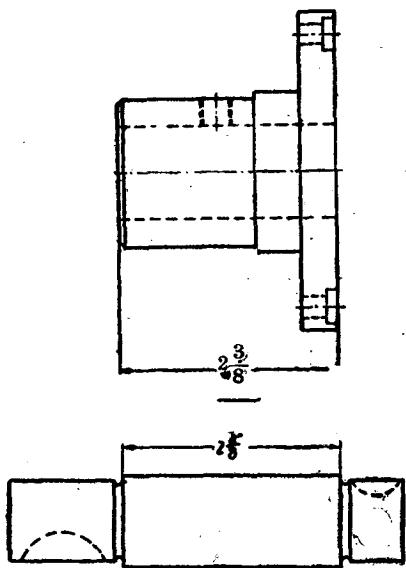

图13 法蓝婆司与钢芯子的长度
(2) 小月牙肖 (15700) 放在馒头牙鋼芯子 (6501) 上，使它們不会相互松动，用鑷头輕輕把它敲进。
(3) 法兰婆司必須与牆板和馒头牙鋼芯子沒有伸縮，而且法兰套在鋼芯子上，法兰的平面要与鋼芯子的肩胛相平齐而灵活，其尺寸見图13。
(4) 大月牙肖 (15702) 与小鋼婆司的边必須沒有伸縮，而且